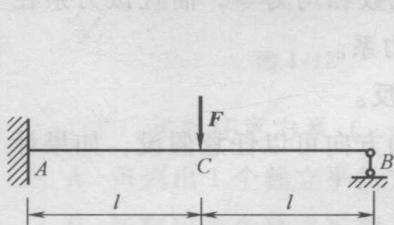

图 1-14
- (1) 使物体运动或产生运动趋势的力称为_____。
- (2) 平面汇交力系平衡的必要和充分的几何条件是_____。
- (3) 力作用在刚体上产生的运动效应有两种: _____和_____。
- (4) 平面力偶系可以合成为一个合力偶，合力偶矩等于各分力偶矩的_____。
- (5) 作用在刚体上同平面内的二力偶的等效条件是_____。
- (6) 作用于刚体上的力，可沿其作用线任意移动其作用点，而不改变该力对刚体的作用效果，称为力的_____。
- (7) 刚体只受两个力的作用而平衡，其平衡的必要与充分条件是：_____。
- (8) 二力构件上的两个力，其作用线沿这两个力_____的连线。
- (9) 力学中，未知量的个数 \leq 相应的独立平衡方程数，能求得唯一解的问题称为_____问题。
- (10) 静力学中，当所选分离体（或称研究对象）包括两个或者两个以上物体时，其中各物体间的相互作用力称为_____。
(11) 图 1-14 所示梁的支座反力无法由静力平衡条件来全部确定，这种梁称为_____。